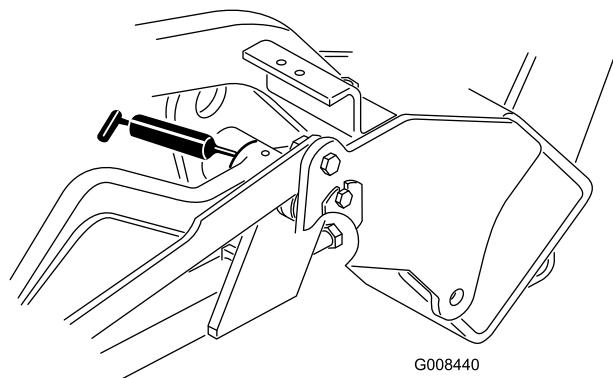

Figura 42
- Braços de elevação (3) (Figura 42)